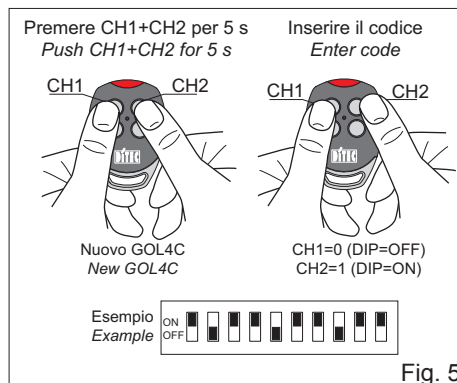
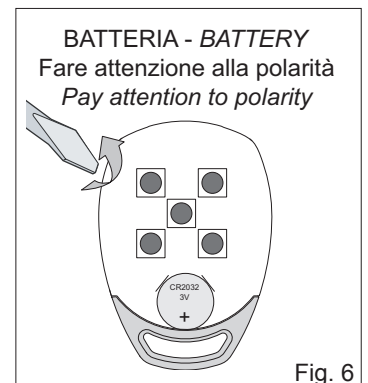

Fig. 5
Fig. 6
7. CLONAZIONE GOL4C MEDIANTE INSERIMENTO CODICE (fig. 5)
- Inserire un codice di 10 cifre premendo CH1=0 (OFF) o CH2=1 (ON). Tra una pressione e l'altra si dispone di 5 s.
9. SOSTITUZIONE BATTERIA (fig. 6)
7. CLONING GOL4C USING CODE (fig. 5)
- Insert a 10-figure code, pressing CH1=0 (OFF) or CH2=1 (ON). You have 5 seconds of time between one pressing and the next.